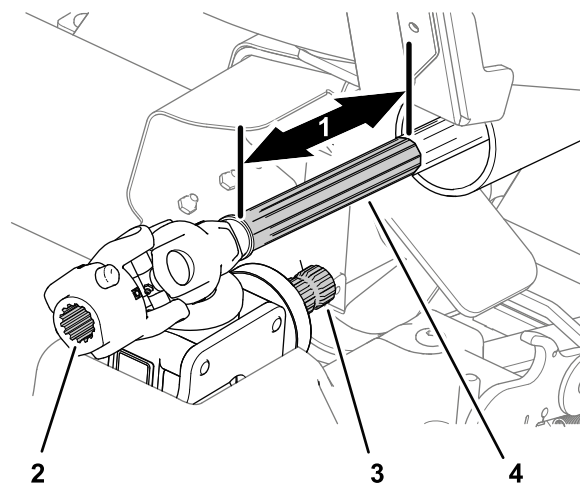

Figura 54
3. Pulite con un panno le scanalature dell'albero della scatola ingranaggi e quelle dell'albero di trasmissione (Figura 54).
4. Pulite con un panno la superficie scorrevole della parte anteriore dell'albero di trasmissione (Figura 54).
5. Applicate un composto antigrippaggio sulle scanalature dell'albero della scatola ingranaggi e dell'accoppiamento del giunto cardanico (Figura 54).
6. Applicate un composto antigrippaggio alla superficie scorrevole della parte anteriore dell'albero di trasmissione (Figura 54).
2. Spingete in avanti la metà anteriore dell'albero di trasmissione (Figura 54) di circa 25 cm.